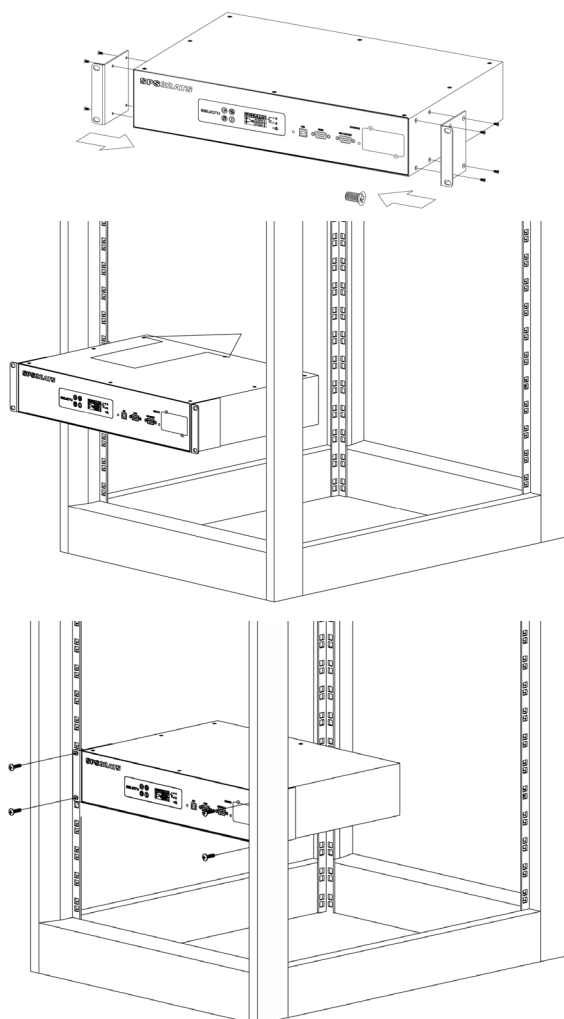

Fig. 4. Exemple d'installation de l'équipement dans une armoire rack de 19".
- Procédez de la manière suivante (voir Fig. 4) :